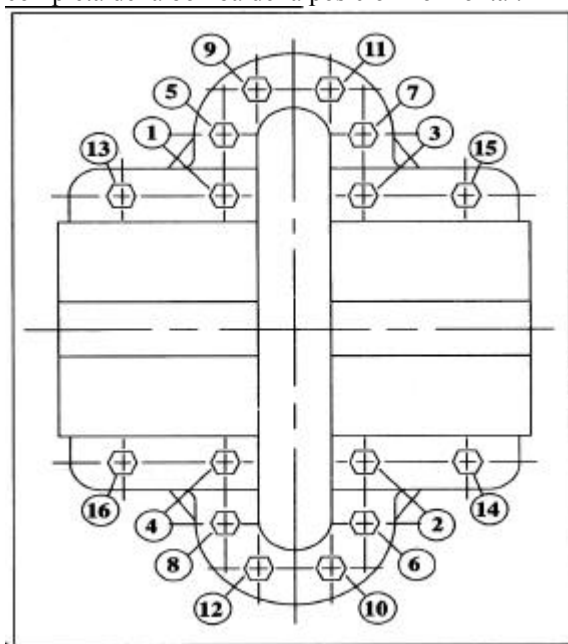

FIGURA 59 – PERNOS DE LA UNION PRINCIPAL
27. Baje la mitad superior de la carcaza (2-001-0) a su lugar, utilizando los seguros de empernado ahusados (2-916-1) e instale los pernos de unión principales de la carcaza (2-904-1). Los pernos de unión de la carcaza deben estar ajustados a las siguientes torsiones: 140 ft-lb mínimo para tornillos de cabeza hexagonal de 5/8”-11 (Grado 5); 350 ft-lb mínimo para tornillos de diámetro interior contrario Ferry 7/8”-9 (Grado 8). El patrón de torsión del perno se ilustra en la Figura 59.
29. Reinstale todos los pernos de unión principales siguiendo la secuencia de ajuste ilustrada en la Figura 59. (El número de pernos de la carcaza varía de acuerdo con el tamaño de la bomba). Coloque una torción a los pernos de 140 ft - lb mínimo para los tornillos de cabeza hexagonal de 5/8" - 11 (Grado 5) y de 350 ft - lb mínimo para los tornillos de diámetro interior contrario Ferry de 7/8" - 9 (Grado 8).